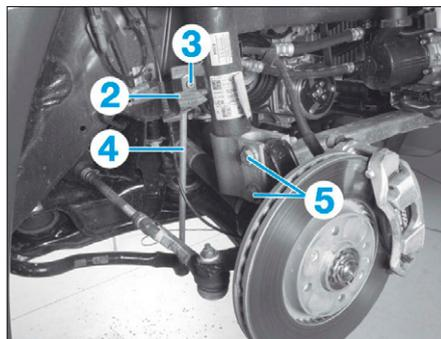

FIG. 11
- Ecarter le support de faisceau (2) (Fig.11).
- Déposer l'écrou (3).
- Ecarter la biellette de barre stabilisatrice (4).
- les vis de fixation (5) de l'élément de suspension sur le pivot,